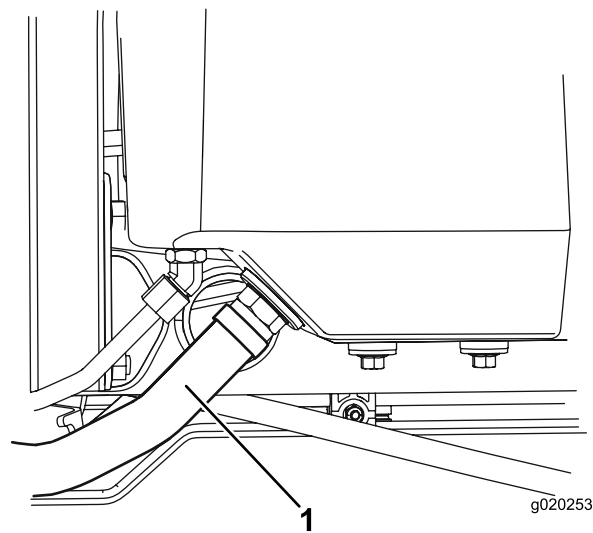

图 78
2. 断开大液压软管 (图 78) 与油箱的连接让液压油流入放油盘。